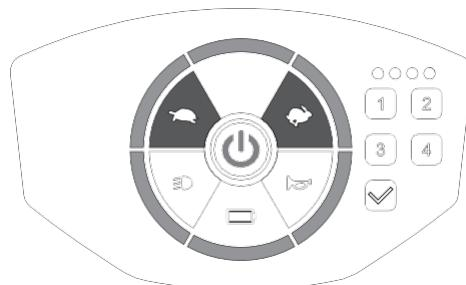

Figura 9
- Pulse el interruptor de alimentación para poner el scooter en el modo de espera de alimentación (luz roja encendida) y, a continuación, mantenga pulsados los botones de aceleración [ ]/deceleración [ ] durante 2 segundos. La luz del panel estará encendida cuando el scooter está listo para el ajuste de la retroiluminación. (Figura 9)